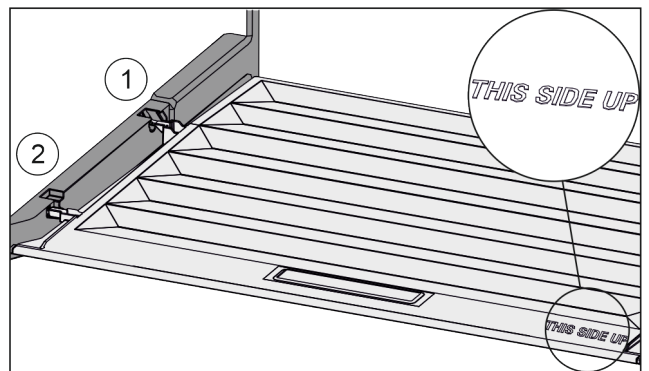

Fig. 28
- Deckelstege über Öffnung der hinteren Halterung Fig. 28 (1) einführen und vorne in Halterung Fig. 28 (2) einrasten.